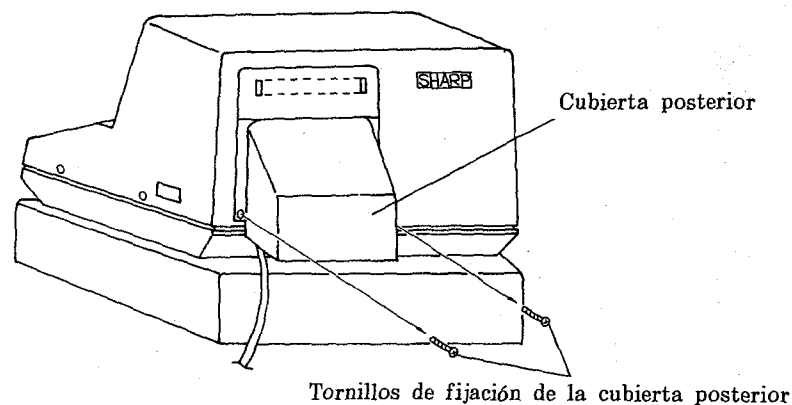

Figura 30
(1) Desenchufe la ER-6750 por razones de seguridad.
(2) Extraiga la cubierta posterior.
- Tire ligeramente de la cubierta posterior hacia atrás y hacia abajo, y se desprenderá del cuerpo. (Vea la figura 30.)